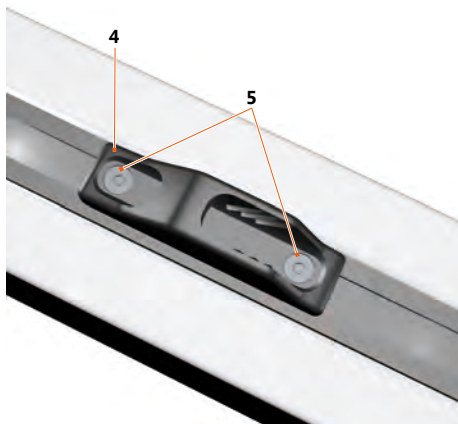

Fig. 67: Grampo
4. Instale a tração por cabo (13) através de ambos os parafusos na extremidade anterior do suporte para provocar o melhor efeito de alavancagem possível.
5. A corda oscilante é conduzida até ao desvio fornecido em conjunto na área do controlo dos pés e desviada aí. Em seguida, a corda oscilante é conduzida cerca de 40 cm de volta até ao grampo fornecido em conjunto, que se encontra na calha ranhurada (ver **Fig. 67: Grampo**).